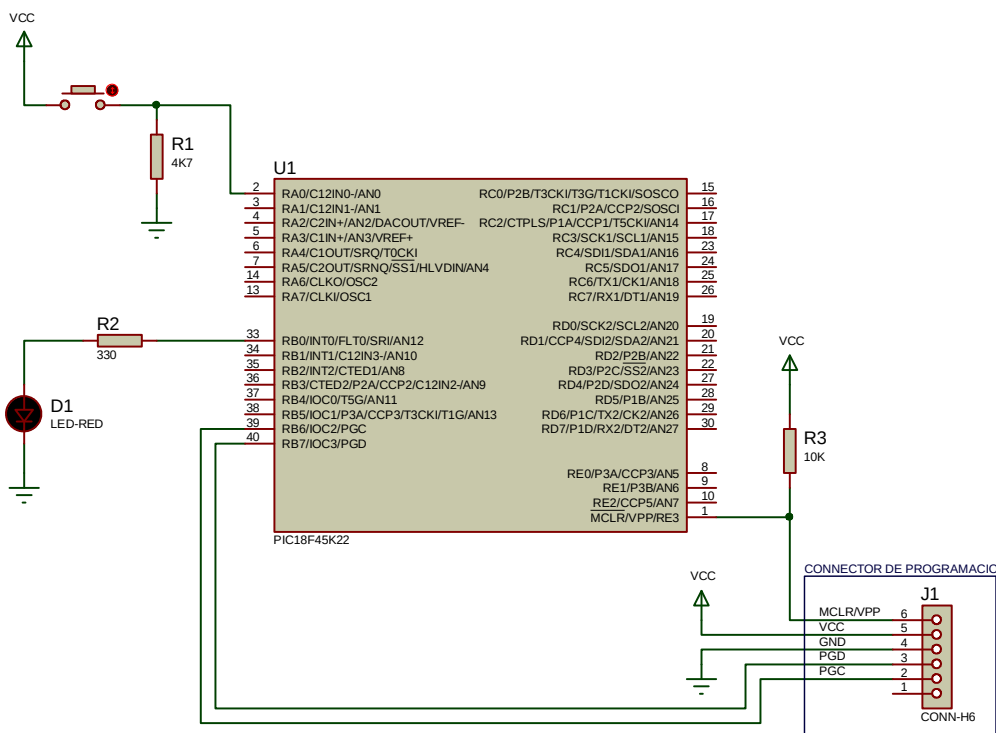

Figura 4
- Implementació física del circuit sobre *protoboard*. Cal afegir al circuit físic el cablejat necessari per a poder programar-lo 'in circuit' amb el dispositiu de programació OLIMEX. La figura 4 ens mostra l'esquema complet del circuit que heu de muntar. La tensió d'alimentació  $V_{CC}$  l'obtindrem d'una font d'alimentació. Haurem d'ajustar la font per a que ens doni una tensió de **5 Volts**.
**A part del circuit que veiem a la figura 4, hem de fer les connexions necessàries amb els pins d'alimentació del PIC.** El Proteus no ens mostra els diferents pins d'alimentació del micro, però son els següents: